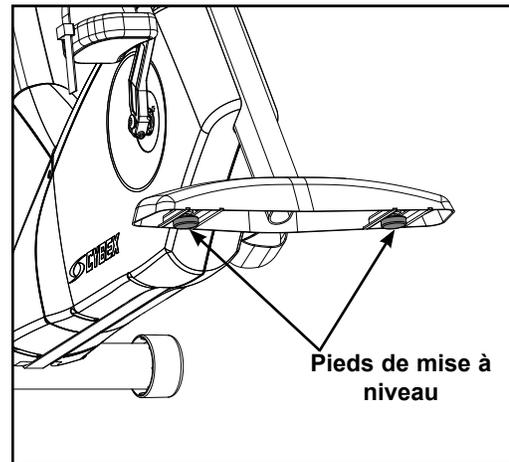

Figure 8
A. Assurez-vous que l'appareil est posé sur une surface de niveau. Si ce n'est pas le cas, utilisez une clé à fourche de 9/16 po pour ajuster les pieds de mise à niveau vers le haut ou vers le bas. Reportez-vous à la figure 8.